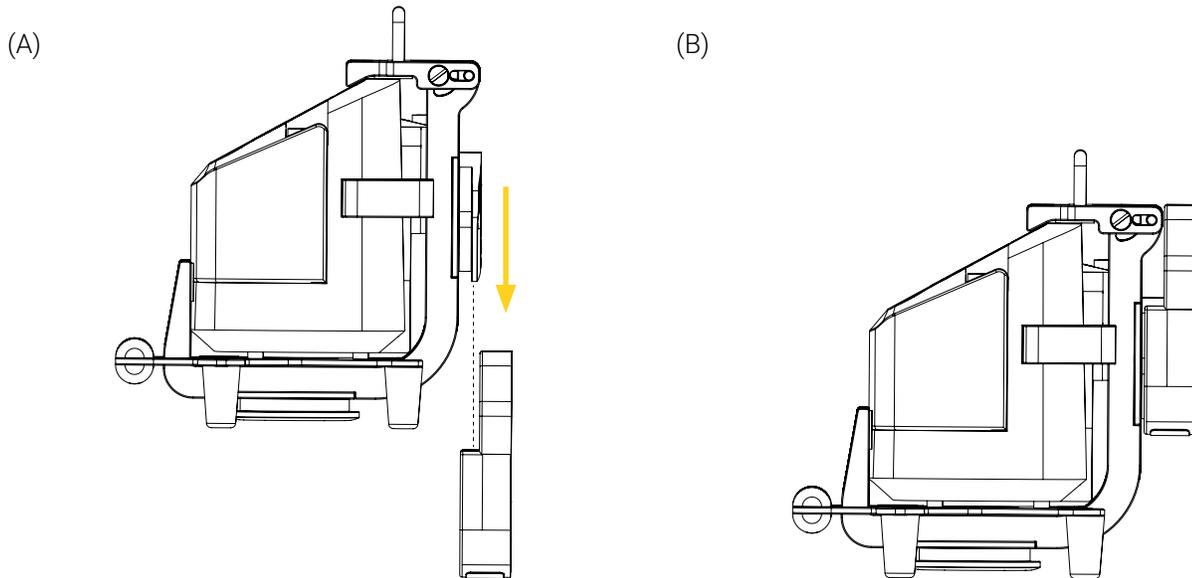
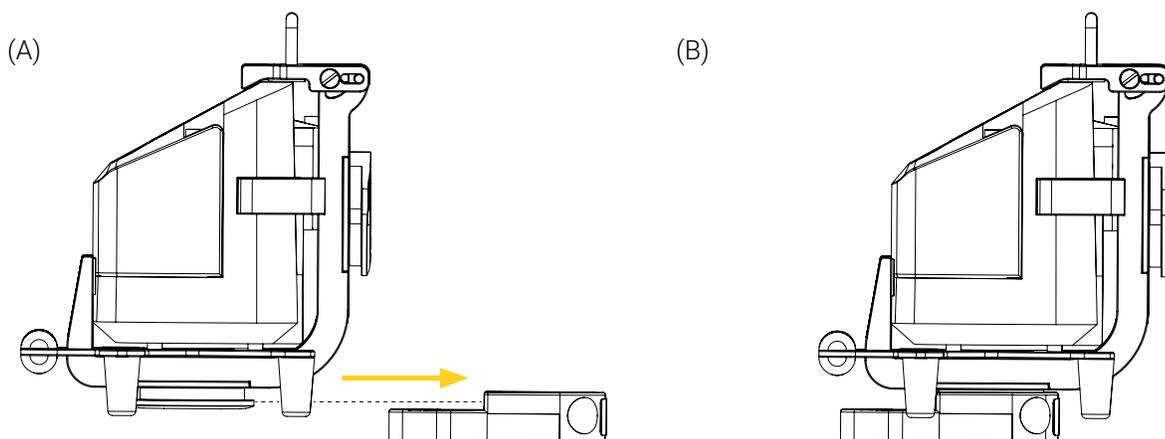

Figure 11: Installation verticale du support Bracket Pro Serie 61 – GR dans la Micro Base
Figure 12: Installation horizontale du support Bracket Pro Serie 61 – GR dans la Micro Base
1. Aligner et insérer le micro disque antirotation verticalement (Figure 11) ou le micro disque horizontalement (Figure 12) dans la Micro Base, en portant une attention particulière à ne pas coincer les tubulures de l'appareil médical.